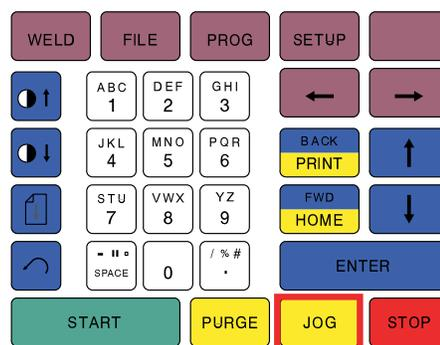
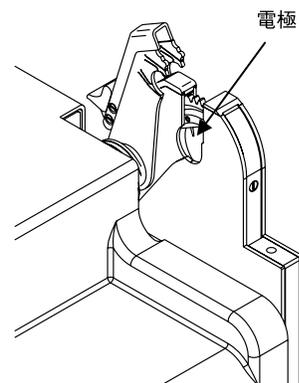

図 14：操作パネルの「JOG (ジョグ)」を押す
図 15：ローターを回転させて、電極を着脱可能な位置に移動させる
5. ウェルド・ヘッドを開いた状態で操作パネルの「**JOG (ジョグ)**」(図 14 参照)を押して、タングステン電極を図 15 の位置に移動させます。